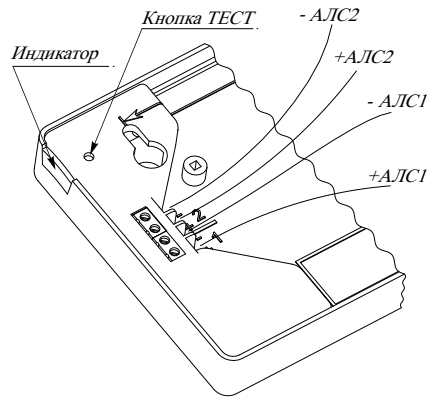

Рисунок 1
- 5.3 Для информации о состоянии оповещателя предусмотрен оптический индикатор (рисунок 1). Режимы индикации приведены в таблице 1.
5.6 Контроль работоспособности оповещателя осуществляется нажатием на встроенную кнопку ТЕСТ (рисунок 1) при помощи тонкого цилиндрического предмета, например, канцелярской скрепки или направлением луча оптического тестера ОТ-1 на оптический индикатор (луч следует направлять перпендикулярно плоскости установки оповещателя). При контроле оповещатель переходит в состояние «Тест», при котором индикатор непрерывно светится. Состояние «Тест» удерживается оповещателем до получения команды «Снять тест», формируемой прибором. В журнале событий прибором регистрируются записи «Тест есть», а по команде «Снять тест» – «Тест нет».